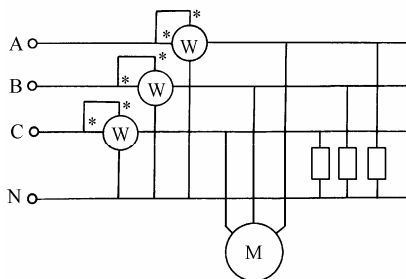

图 3-11 三相四线制电路功率的测量接线
(3) 三相四线制电路中负载不对称时, 可采用三只单相功率表, 分别测量各相的有功电功率, 测得的各相电功率之和就是三相交流电路实际的有功电功率, 如图 3-11 所示。